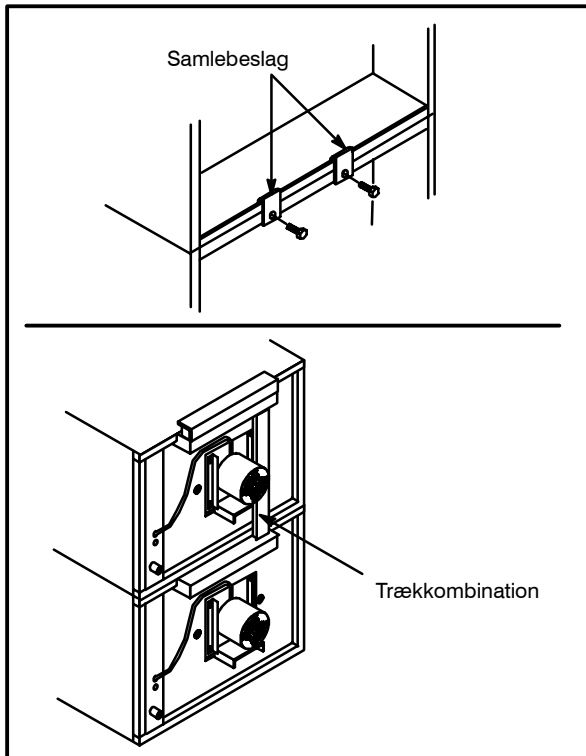

Figure 6
3. Sæt beslagene på kanten af ovnstellene, jf. Figure 6.